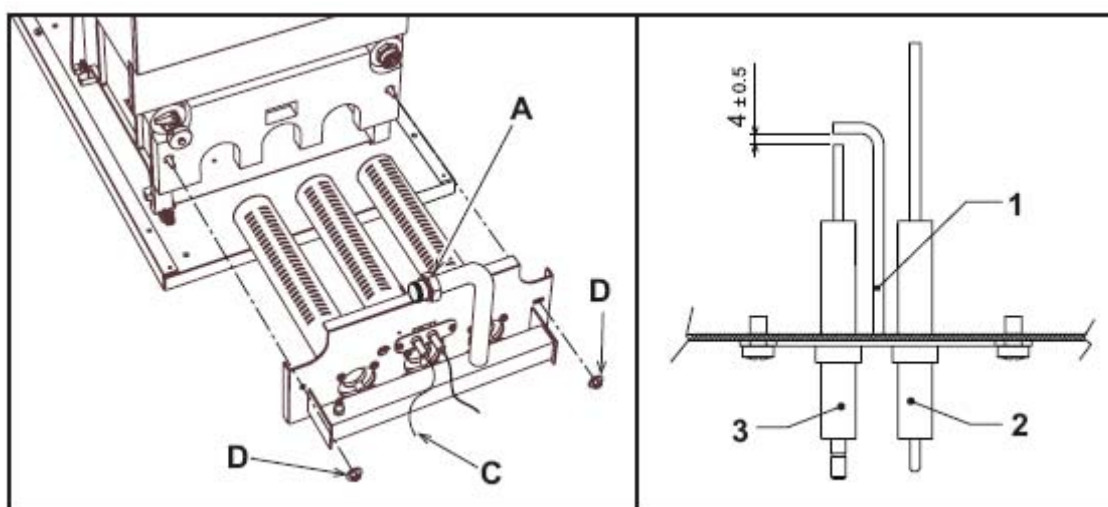

Рис. 21 – Чистка блока горелок и блока электродов
- Отвинтить два винта D крепления дверцы камеры сгорания к чугунным элементам корпуса котла (Рис. 21).